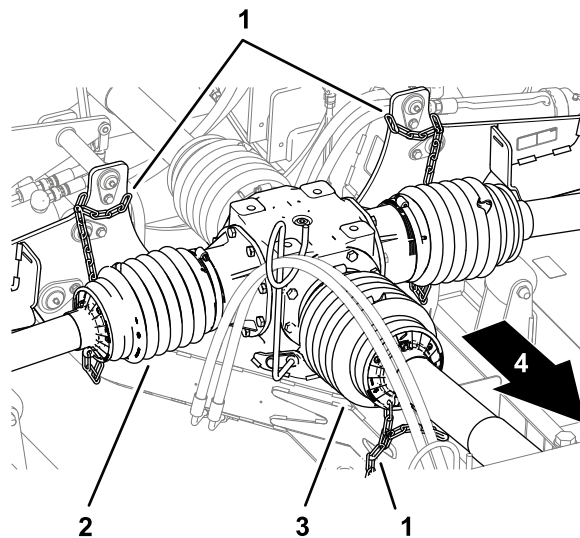
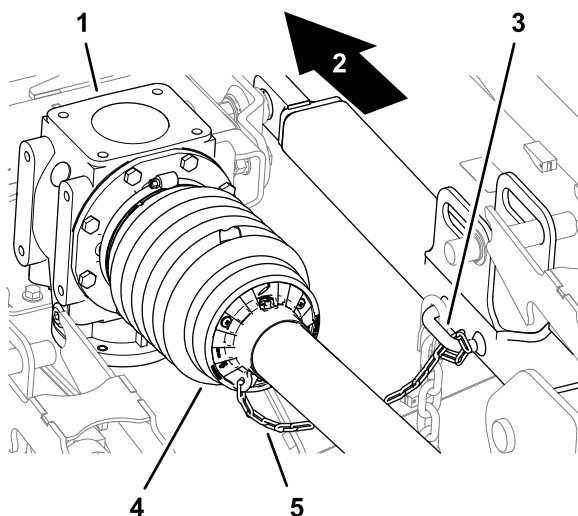

Figura 18
Figura 21
6. Verifique se a corrente de retenção está ligada ao resguardo do eixo da tomada de força traseiro, aos resguardos do veio da transmissão e à estrutura do cortador (Figura 18 e Figura 21).